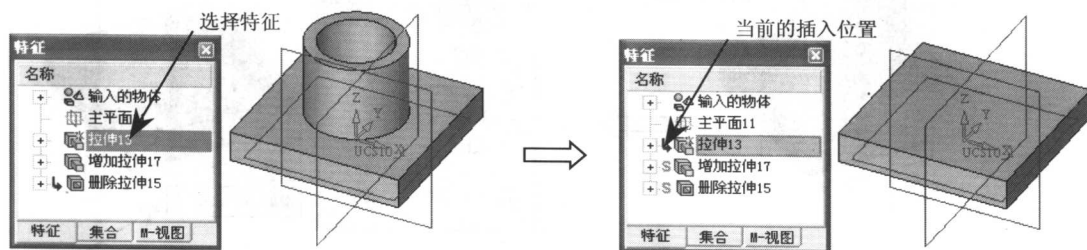

图 1-6 更改插入位置
• **【插入】**: 选择该选项表示将当前的插入位置更改到其他的位置, 从而能够在前面已经创建的特征之间增加特征。例如, 在特征显示区域中选择**【拉伸 13】**特征, 然后在其右键菜单中选择**【插入】**选项, 就将当前插入位置更改到**【拉伸 13】**特征上, 如图 1-6 所示。